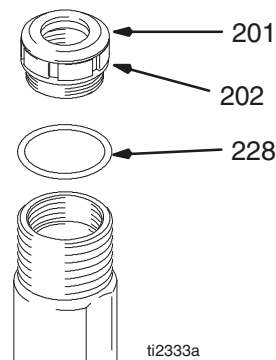

Fig. 13
Fig. 13. Installare la guarnizione (201) nel dado premiguarnizioni (202). Installare il distanziale di regolazione della ghiera (228) sul dado premiguarnizioni. Installare senza serrare il dado premiguarnizioni nel cilindro.